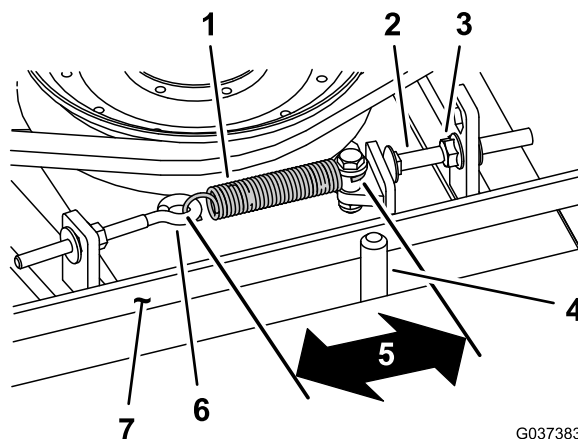

Figura 102
Quando la tensione è corretta, la misura interna della molla di prolunga (da gancio a gancio) deve essere circa 8,3 cm - 9,5 cm. Quando la tensione della molla è giusta, regolate il bullone di arresto (bullone a testa tonda) fino ad ottenere un gioco di 2-5 mm tra la testa del bullone ed il braccio di rinvio (Figura 102).
Nota: Verificate che la cinghia si trovi dal lato molla del guidacinghia (Figura 102).
2. Allentate il bullone ad occhio (Figura 102).
3. Allentate il dado flangiato che fissa il bullone di arresto all'aletta di montaggio e spostate la puleggia tendicinghia via dalla cinghia (Figura 102).
9. Collegate la molla di prolunga (Figura 102) al bullone ad occhio e tendete la cinghia come segue: